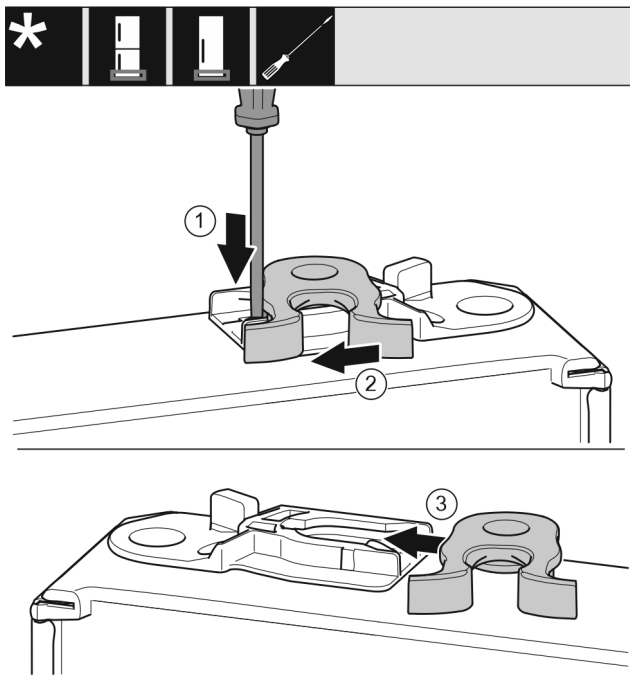

Fig. 33
- ▶ Nyomja le a fedőlemezt Fig. 33 (1) lapos csavarhúzóval.
- ▶ Húzza ki a záróhorgot Fig. 33 (2) a vezetősínből.
- ▶ Tolja be a záróhorgot Fig. 33 (3) a másik oldalon lévő vezetősínbe.